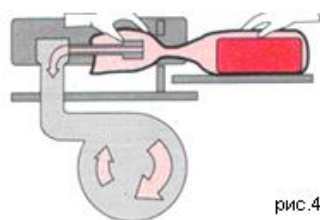

рис.4
- Пакет с продукцией укладывается на специальный поддон машины, и открытая часть пакета надевается на сопло (Рис. 4)